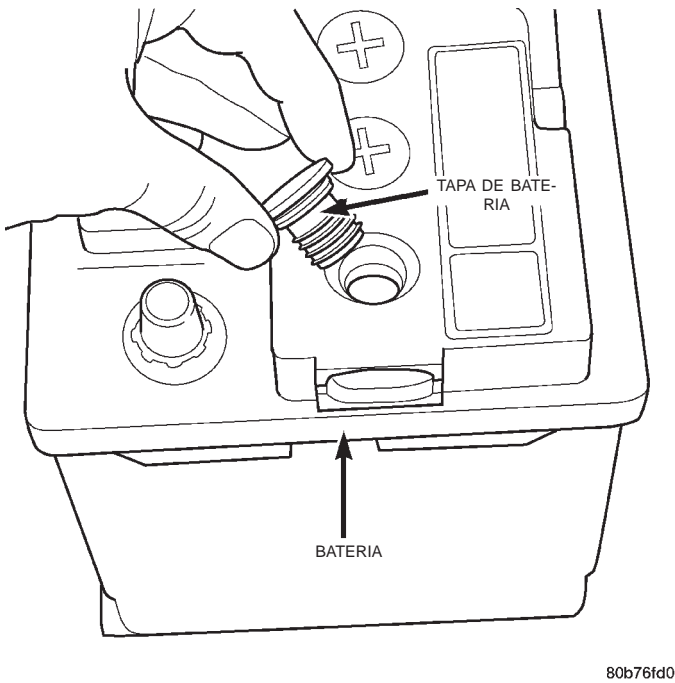

Fig. 10 Tapas de la batería
- (1) Retire las tapas de la batería (Fig. 10).